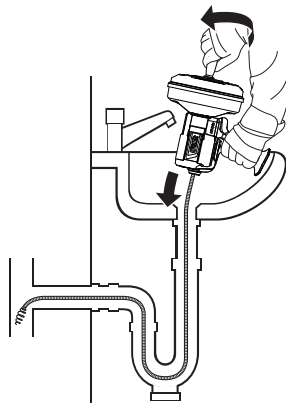
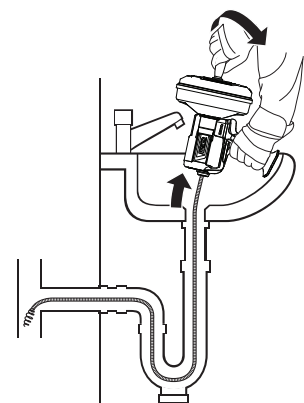

Figure 6 – Avancement du câble
Figure 7 – Retrait du câble
4. Tournez la manivelle du tambour en sens horaire pour faire avancer le câble (Figure 6). Tournez-la en sens antihoraire pour le retirer (Figure 7). Il est aussi possible d'avancer et retirer le câble manuellement. Faites avancer le câble jusqu'à ce qu'il rencontre l'obstacle.
8. Retirez le câble (Figure 7). Faites attention lors de son retrait, car il risque encore de se coincer..